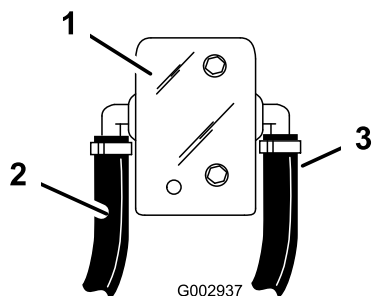

Figure 31
que vous avez monté dans le flexible d'agitation et amenez-le à la cannelure arrière de 1/2 pouce sur le petit ensemble clapet à bille (Figure 31).
17. Connectez l'extrémité d'un flexible court de 1/2 pouce au raccord ouvert sur le raccord en T S53 que vous avez monté dans le flexible de dérivation et amenez-le à la cannelure avant de 1/2 pouce sur le petit ensemble clapet à bille (Figure 31).